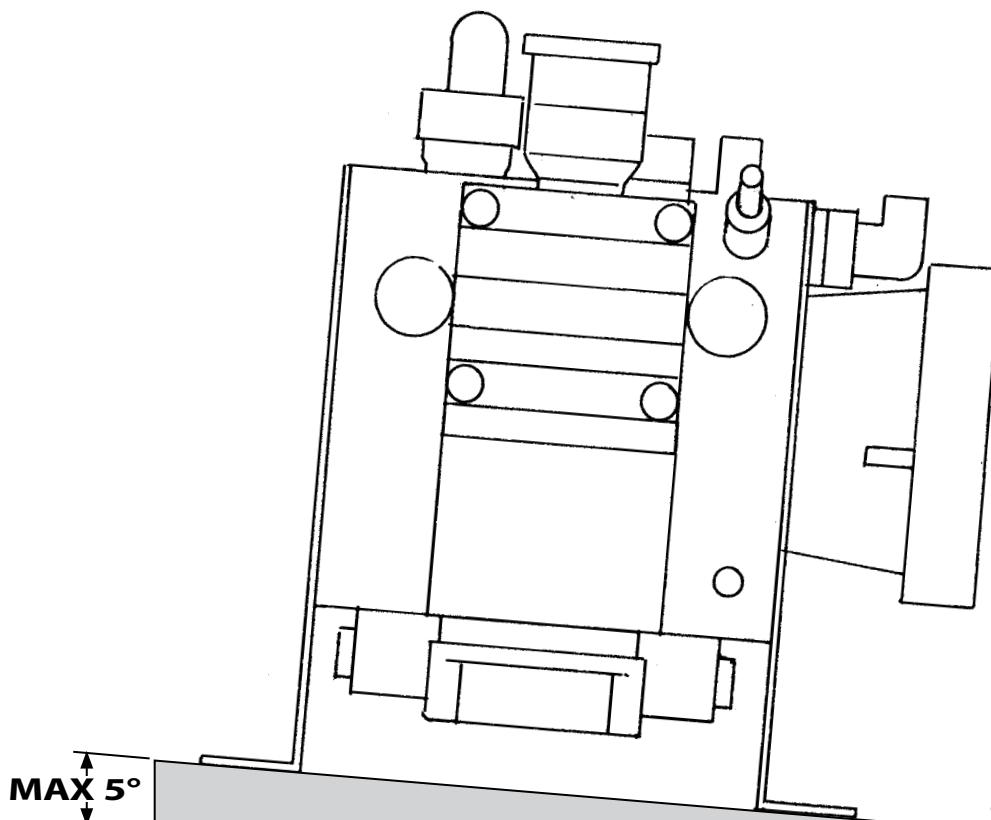

Fig. 1
- La ilustración presenta la inclinación máxima permitida de la bomba para asegurar una correcta lubricación de la manivela, de **5° máx (Fig. 1)**.